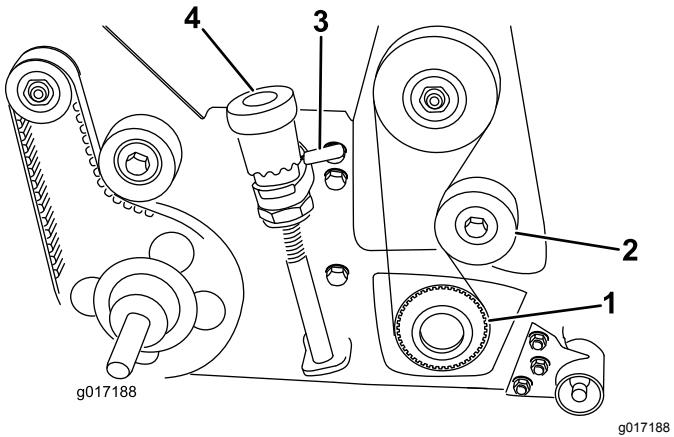

Figure 20
15. À l'aide d'un rochet de $\frac{1}{2}$ pouce et d'une rallonge, reposez la poulie d'entraînement (filetage à droite) sur l'arbre du cylindre (Figure 20).
5. Tournez les deux leviers de levage rapide pour lever le cylindre groomer en position de transport (Figure 20).